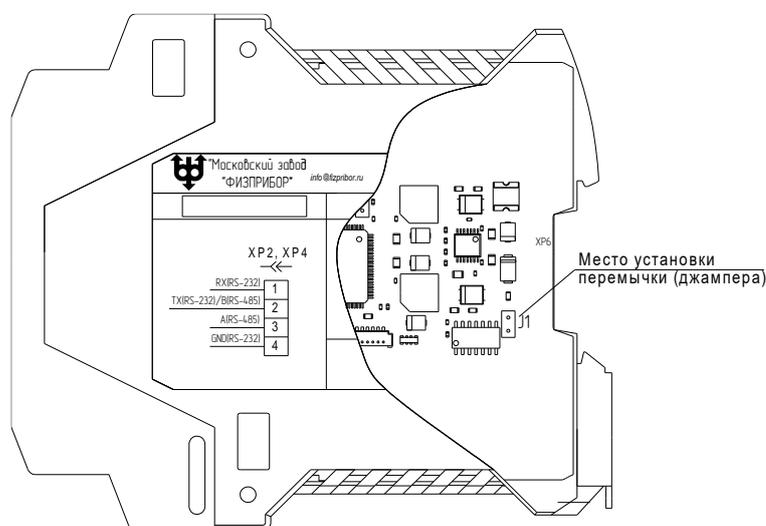

Рисунок 4 – Схема включения согласующего резистора R=120 Ом МПК
1.3.4 Перемычка (джампер) «J1» (рисунок 4 данного РЭ) на плате МПК предназначена для включения согласующего резистора R=120 Ом между контактами «D+» и «D-»